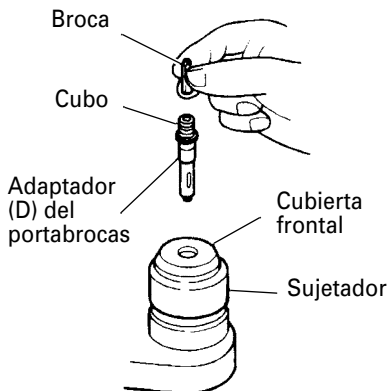

Fig. 15
- Quando coloque tornillos para metal (Fig. 15)
- (1) Montar la punta rompedora o cortafíos.
6. Atornillando tornillos para madera (Fig. 15)